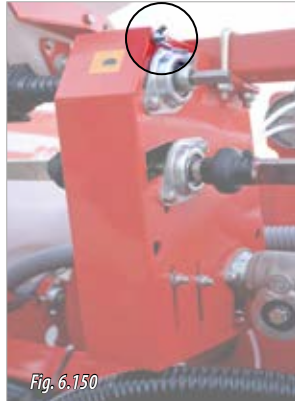

Fig. 6.150
- 1-** Quitar la tuerca mariposa y el tornillo superior de la tapa de la caja de transmisión (Fig. 6.150).